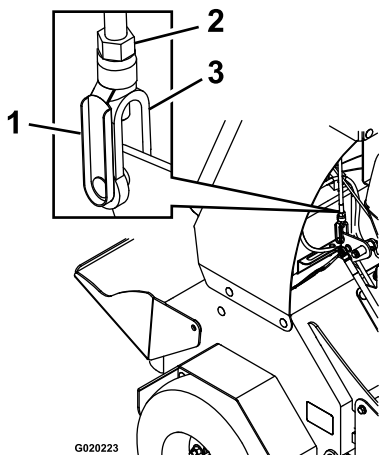

Figure 52
- B. Retirez l'axe élastique de la chape sur la timonerie de commande de déplacement (Figure 52).
- Si le levier de commande **touche la barre de référence**, tournez la chape (Figure 52) dans le sens horaire (vu du haut de la machine).
- Si le levier de commande **ne touche pas la barre de référence**, tournez la chape (Figure 52) dans le sens antihoraire.
- D. Reposez l'axe de chape élastique (Figure 52) et avancez le levier de commande.